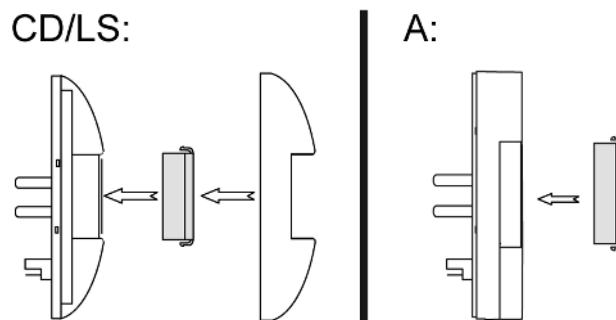

Bild 14: Montage Blende Serie CD/LS und A
- Blende für linke oder rechte Seite des Gerätes montieren (siehe Bild 14).
- Blende von vorne auf die linke oder rechte Seite des Geräts montieren (siehe Bild 14).